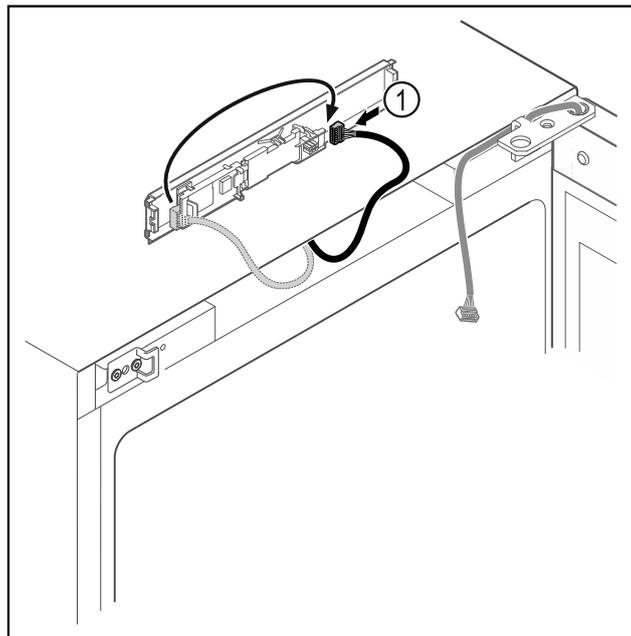

Fig. 11
- ▶ Brancher le connecteur Fig. 11 (1) de l'autre côté.